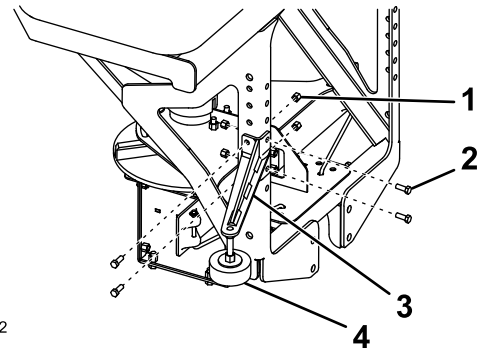

图 7
4. 如图 7 所示使用 8 个螺栓 3/8 英寸和 8 个锁紧螺母 3/8 英寸将稳定器臂连接到撒布机机架上上紧螺栓扭矩至 27Nm。
5. 转动稳定器臂上的衬垫直到它们紧靠着货车缓冲器然后拧紧锁紧螺母将其固定图 7。
8. 如图 7 所示使用 8 个螺栓 $\frac{3}{8}$ 英寸和 8 个锁紧螺母 $\frac{3}{8}$ 英寸将稳定器臂连接到撒布机机架上上紧螺栓扭矩至 27Nm。
9. 转动稳定器臂上的衬垫直到它们紧靠着货车缓冲器然后拧紧锁紧螺母将其固定图 7。